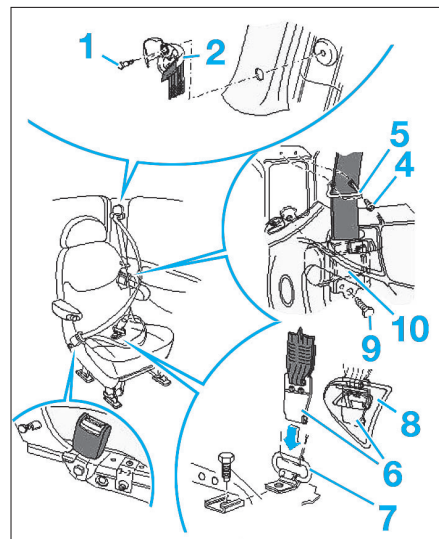

Fig. 18
- Dévisser la vis de fixation (4) du renvoi de ceinture (5) et le déposer (Fig.18).